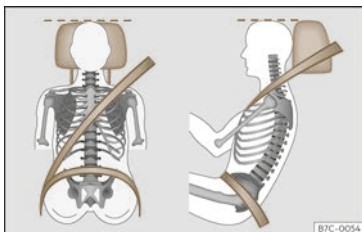

Abb. 18 Richtiger Gurtbandverlauf und richtige Kopfstützeinstellung.
Höhe des Oberkopfes und so nahe wie möglich in Augenhöhe befindet¹⁾ >>> S. 130. Den Hinterkopf so nah wie möglich an der Kopfstütze positionieren >>> (Abb. 18).
- Fahrersitz in Längsrichtung so einstellen, dass die Pedale mit leicht angewinkelten Beinen durchgetreten werden können und der Abstand zur Schalttafel im Kniebereich mindestens 10 cm (4 Zoll) beträgt >>> (Abb. 18).